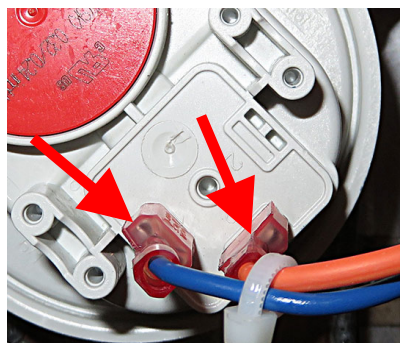

図 19
23. 圧力スイッチからワイヤーとホースを外します (図 19 を参照)。